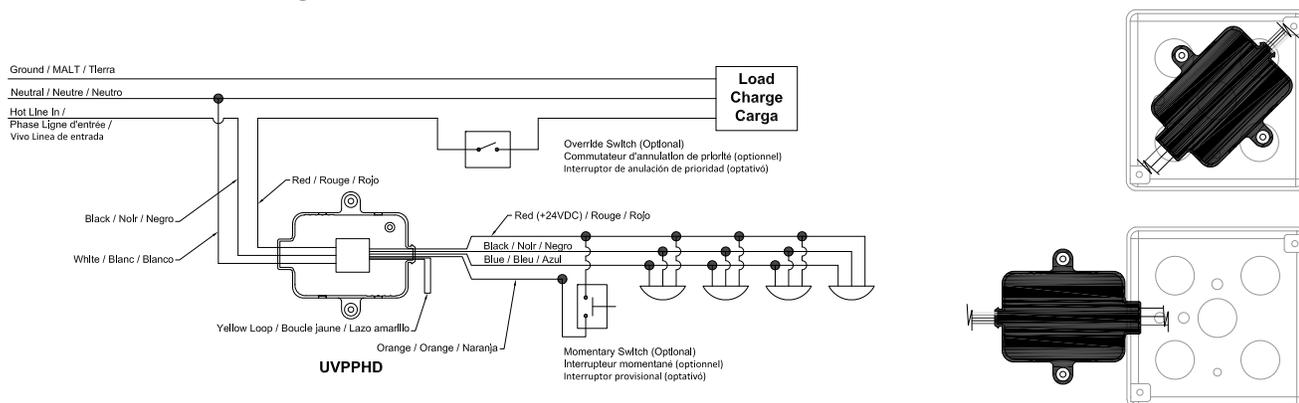

Fig. 1
3. Conectar la unidad al circuito como se muestra en el diagrama de cableado de la Fig. 1.